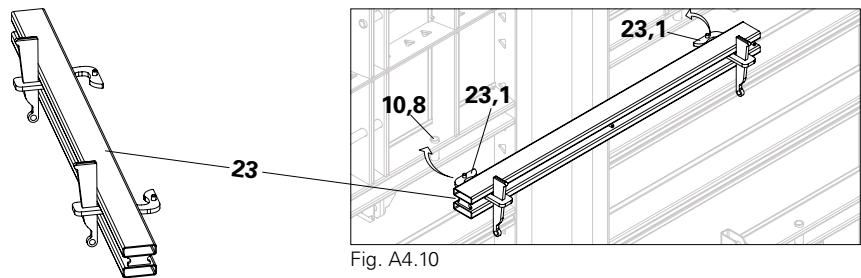

Fig. A4.10
1. Attaccare i ganci (23.1) del traverso di compensazione (23) al tubo di irrigidimento (10.8) del telaio. (Fig. A4.10)